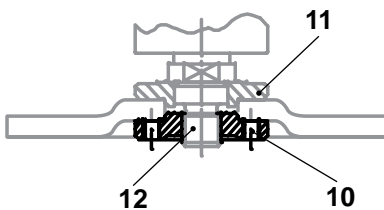

Fig. 16
- Disques épais (> 4 mm) et incurvés au centre : placez la bride de sorte que la partie saillante soit orientée vers le disque (Fig. 16).